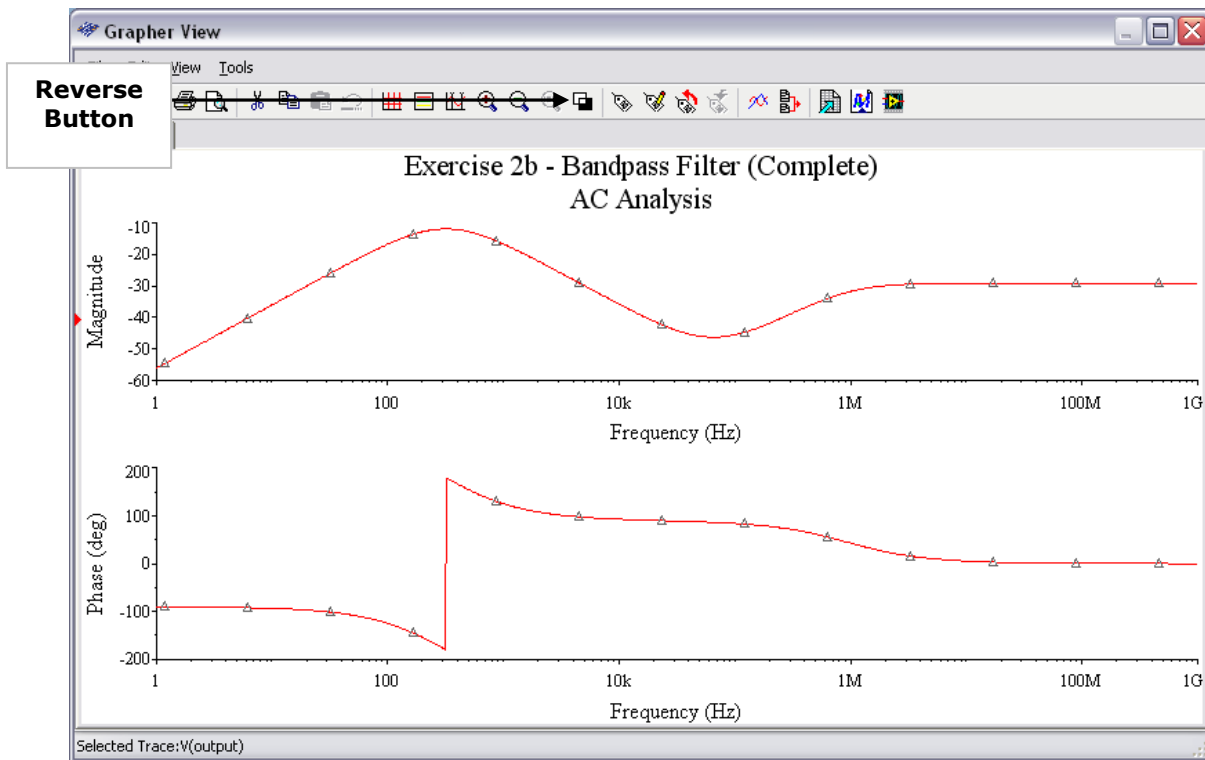

Figure E2-15. Analyse AC du filtre passe-bande
6. Le graphe d'analyse va s'ouvrir. Si le fond d'affichage du graphe est noir et que vous voulez modifier la couleur, cliquez sur le bouton **Reverse** (Figure E2-15).